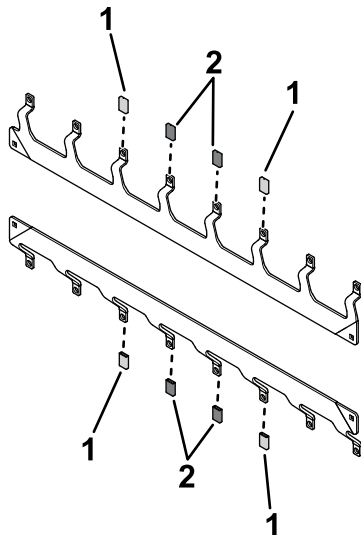

Figura 7
3. Retire a quantidade adequada de tampas dos barramentos (Figura 7).